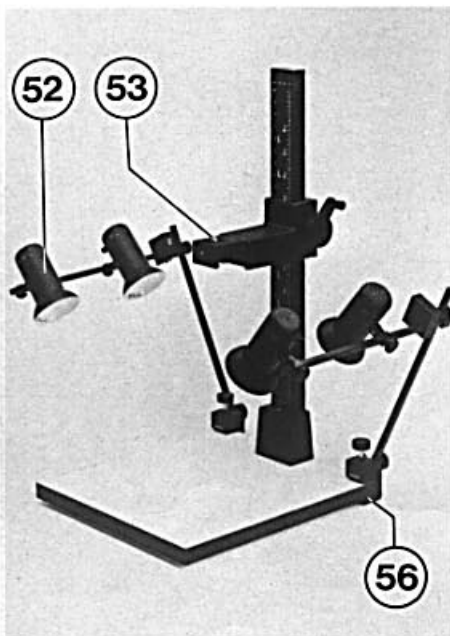

Bild 28
Dazu wird der Klemmsockel (56) jedes Haltearms so an der Grundplatte befestigt, daß der Kunststofffuß der Grundplatte in die Aussparung im Unterteil des Klemmsockels (56) paßt (Bild 28).